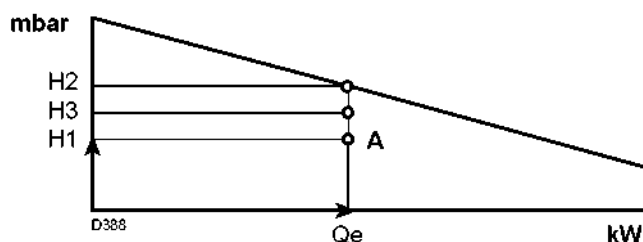

Рис. 39
4. Проведите через точку А вертикальную линию, рисунок 39, и найдите максимальное давление H_2 в рабочем диапазоне.